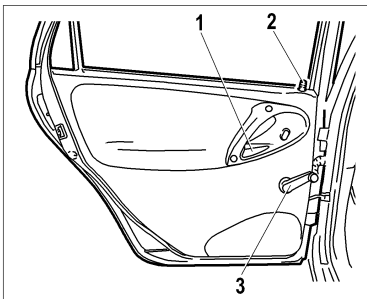
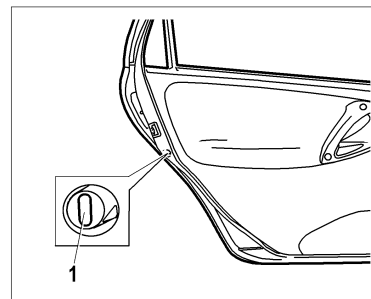

Рис. 7. Задняя дверь
Рис. 8. Шлиц защелки
**Задние двери** блокируются изнутри салона нажатием на кнопку 2 (рис. 7) в двери как при открытой, так и при закрытой двери.
Если на заднем сиденье находятся дети, рекомендуем ключом повернуть шлиц защелки 1 (рис. 8) примерно на 45° до упора. Причем в правой двери защелку необходимо поворачивать по часовой стрелке, а в левой – против часовой стрелки. В этом случае, при поднятой кнопке блокировки, дверь открывается только снаружи, а рукоятка 1 (см. рис. 7) имеет свободный ход. Для обеспечения возможности открывания дверей изнутри поверните шлиц защелки в обратном направлении.